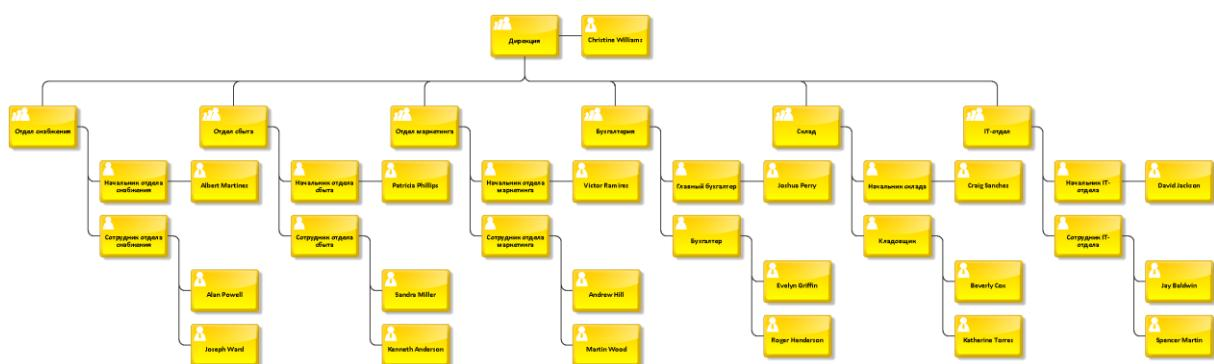

Рисунок 1.22
8. Сохранить построенную модель организационной структуры (рисунок 1.22).